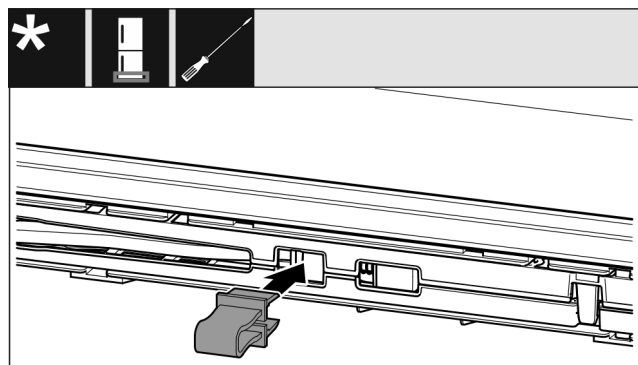

Fig. 12
- Fixați în poziție siguranța în deschizătură Fig. 12 ().